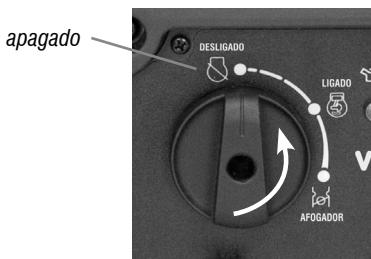

Fig. 24 – Paso 2
c. Colocar el selector (14) en posición "O" (según Fig. 24).